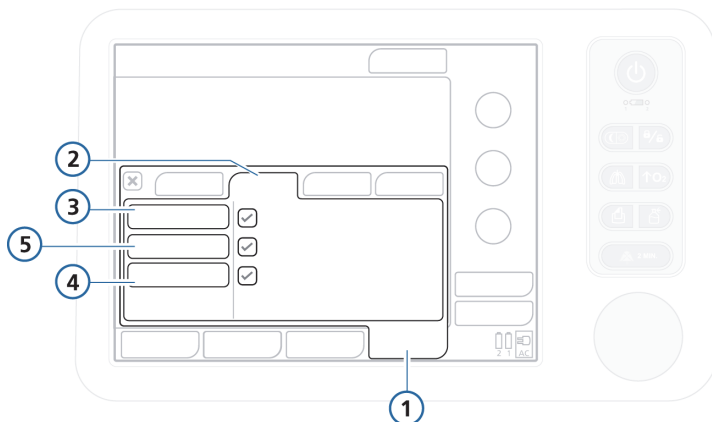

Рисунок 4-2. Окно «Тесты и калибр»
2. Активируйте параметр **«Герметич-ть»** в окне **«Тесты и калибр»** (рис. 4-2).
2. Активируйте параметр «Датч. Потока» в окне «Тесты и калибр» (рис. 4-2).